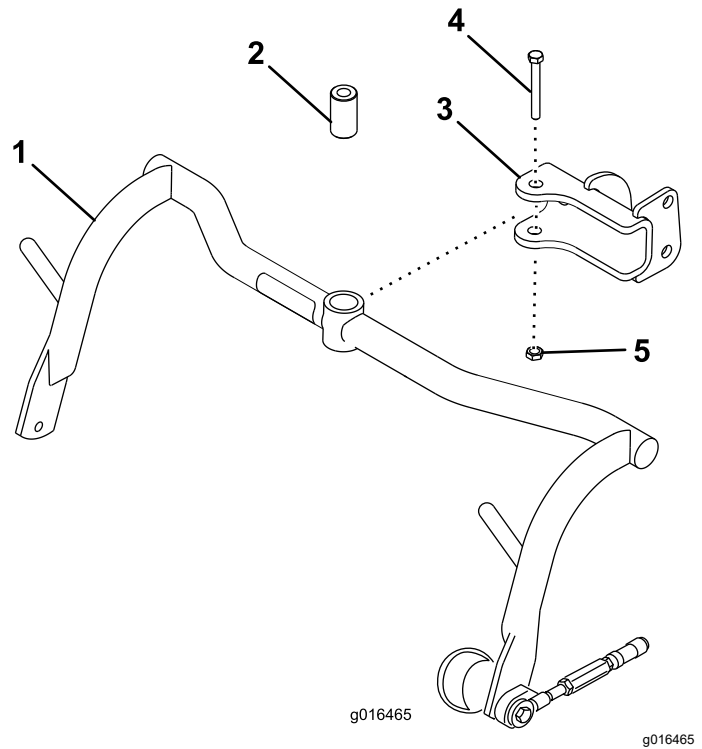

Figura 6
1. Monte um conjunto de estrutura de suporte em cada manilha com um espaçador e parafuso (½ pol. x ¾ pol.); consulte Figura 6. Aperte com 91 a 113 N·m.